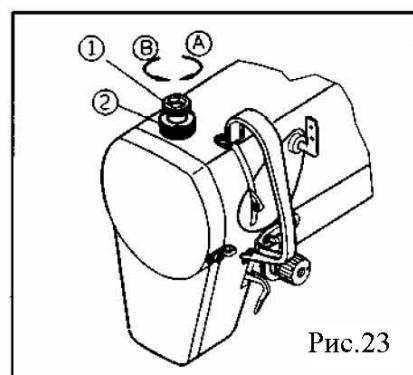

Рис.23
1.Ослабьте гайку 2, поверните регулятор 1 по часовой стрелке (в направлении А) для увеличения степени прижима. (Рис.23).